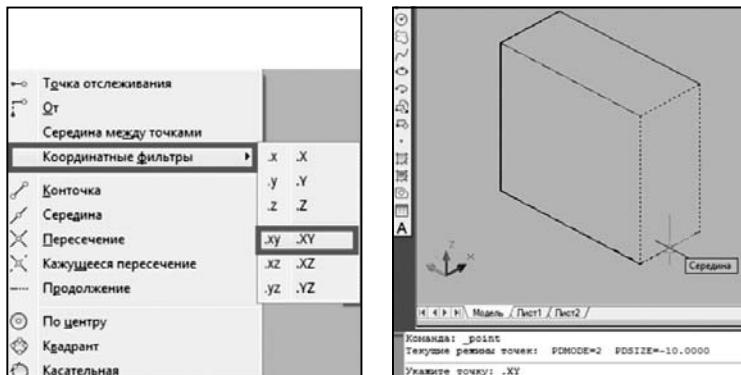

Рис. 2.4. Задание координатного фильтра по оси X
3. Вызвать команду «Точка» — «Рисование» → «Точка» → → «Одиночная». Выбрать фильтр .XY любым способом, например, щелкнуть правой кнопкой мыши при нажатой клавише *«Shift»* (рис. 2.4), и сразу указать точку вдоль оси X, используя объектную привязку, например, середину ребра.